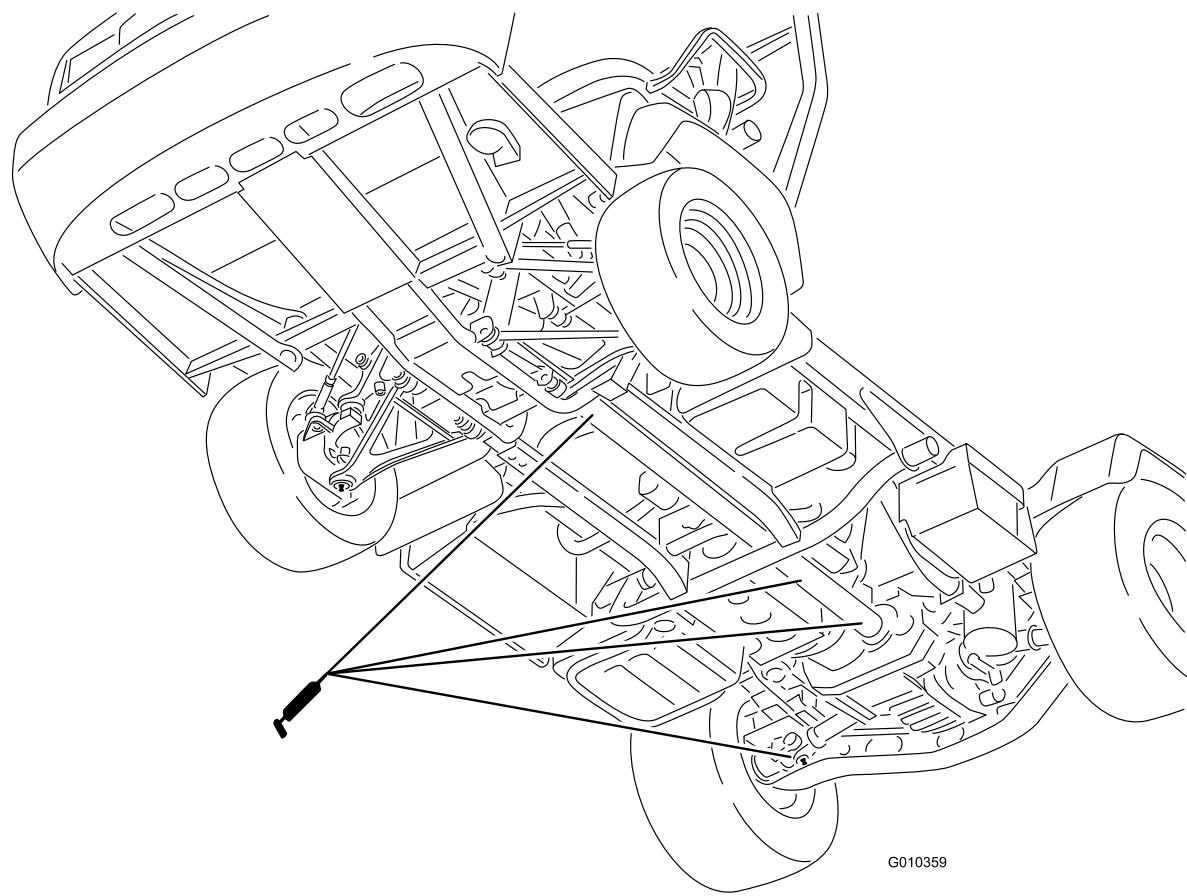

Figure 31
- **Joint de cardan (18);** voir Figure 31
- **Arbre de transmission 4 roues motrices (3);** voir Figure 31